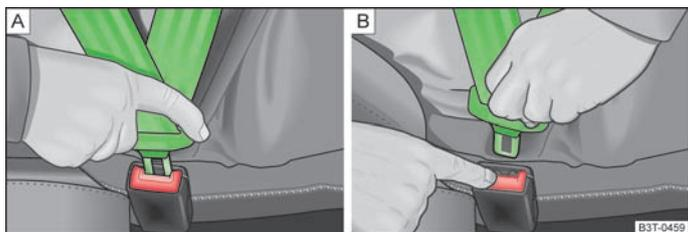

Fig. 93 Allacciare/Slacciare le cinture di sicurezza
- Infilare la linguetta nella fibbia del sedile » fig. 93-A finché non si aggancia in maniera udibile.
- Premere il tasto rosso sulla fibbia della cintura » fig. 93 - B la linguetta sarà espulsa.